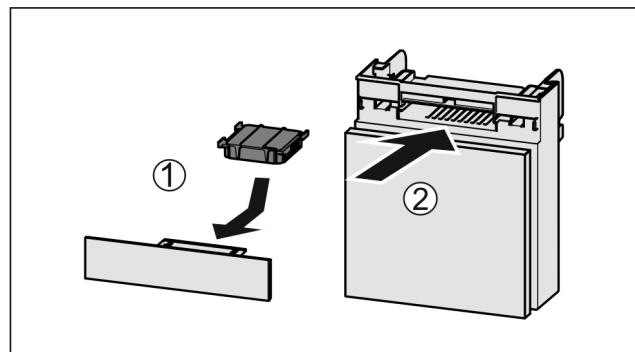

Fig. 132
- Установите фильтр с активированным углем, как показано на рисунке Fig. 132 (1).
- Вставьте отделение Fig. 132 (2).